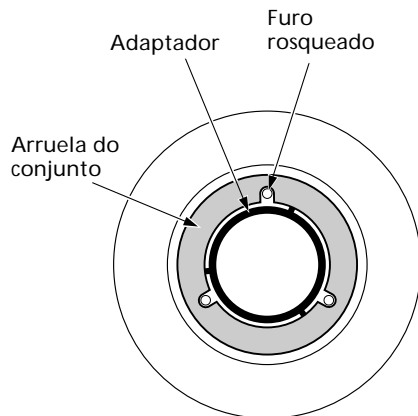

Figura 4c - Posicionando as fendas da arruela de montagem sobre os furos rosqueados
3. Posicione as fendas na arruela de montagem sobre os furos rosqueados do adaptador conforme mostrado na Figura 4c.